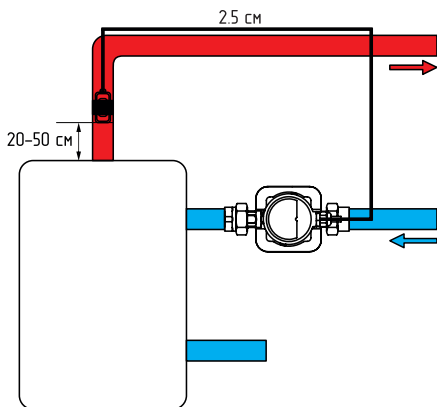
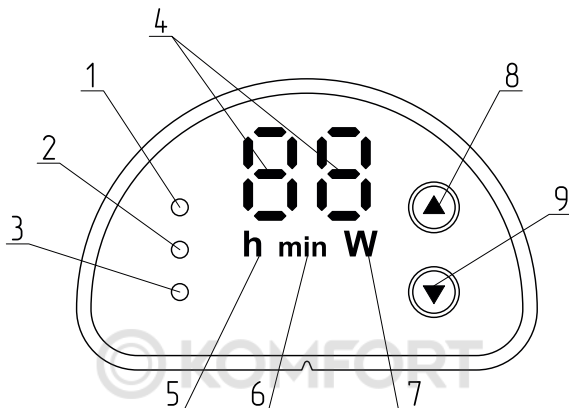

Рис.6 Установка датчика температуры
Рис.7 Панель управления
В данном режиме насос работает с постоянной скоростью. Зеленый **индикатор 1 (Рис.7)**, а также **индикатор 4 (Рис.7)**, показывающий текущую мощность, и **индикатор 7 (Рис.7)** будут гореть всегда (**см.сРис.7**).
Насос автоматически произведет необходимую регулировку в соответствии с текущей производительностью системы, когда он находится в автоматическом режиме работы. Зеленый **индикатор 2 (Рис.7)**, а также **индикатор 4 (Рис.7)**, показывающий текущую мощность, и **индикатор 7 (Рис.7)** будут гореть всегда (см.Рис.7).
В данном режиме насос ограничивает своё энергопотребление, включаясь только для поддержания температуры воды. Датчик температуры будет получать обратную связь о температуре жидкости и принимать решение о запуске или остановке насоса. Насос остановится, когда температура превысит 50 °С, но будет работать с постоянной скоростью, когда температура опустится ниже 36 °С. Пример установки датчика температуры показан на **Рис.6**. Зеленый **индикатор 3 (Рис.7)**, а также **индикатор 4 (Рис.7)**, показывающий текущую мощность, и **индикатор 7 (Рис.7)** будут гореть.
Насос будет работать с постоянной скоростью в течение заданного временного промежутка. После входа в режим синхронизации **индикатор 4 (Рис.7)** отображает текущее значение времени, часы и минуты отображаются поочередно. При отображении часов загорается **индикатор 5 (Рис.7)**. При отображении минут загорается **индикатор 6 (Рис.7)**. Пользователи могут устанавливать периоды времени начала и окончания работы насоса. Таких временных периодов может быть три.
Когда электрический насос находится в режиме ожидания в течение 8 часов подряд, он автоматически запускается и промывает систему трубопровода в течение 15 минут. В это время насос работает с постоянной скоростью. Функция промывки возможна только в режиме контроля температуры и режиме таймера. **Индикатор 7 (Рис.7)** будет гореть, **индикатор 4 (Рис.7)** будет мигать и отображать текущую рабочую мощность.
После подключения питания насоса, короткое нажатие **клавиши 8 (Рис.7)** поможет вам переключать режимы (режим работы с постоянной скоростью, автоматический режим работы и режим контроля температуры). Заводская настройка насосов заключается в том, что они работают в режиме постоянной скорости.
Когда насос находится в режиме синхронизации, **индикатор 4 (Рис.7)** будет показывать текущее время. Часы и минуты отображаются попеременно. Диапазон настройки времени составляет 24 часа, все значения часов могут быть установлены от 0 до 23, а минут устанавливается от 0 до 59. После завершения настройки и выхода из соответствующего режима, часы и минуты показываются попеременно.
1. Войти в режим синхронизации (только в режиме синхронизации доступна настройка времени). Одновременное нажатие **клавиш 8 и 9 (Рис.7)** в течение 5 секунд активирует режим настройки. **Индикатор 4 (Рис.7)** мигает и отображает позиции F0-F6 (обозначают период времени).
После длительного нажатия **кнопки 9 (Рис.7)** в течение 5 секунд становится доступна настройка часов (мигает **индикатор 5 (Рис.7)**), и отображается текущий час. С помощью **кнопки 9 (Рис.7)** уменьшаем время на один час, с помощью **кнопки 8 (Рис.7)** увеличиваем.
Значение времени с часах установлено, пожалуйста, нажмите и удерживайте **кнопку 9 (Рис.7)** в течение 5 секунд. Теперь доступна установка минут (**индикатор 5 (Рис.7)** мигает). При нажатии **кнопки 9 (Рис.7)** время уменьшается на одну минуту, при нажатии **кнопки 8 (Рис.7)** увеличивается.
После третьего длительного нажатия **кнопки 9 (Рис.7)** в течение 5 секунд становятся доступны настройки периода времени **F1-F6** (нажатием **кнопки 8 (Рис.7)** меняем период на следующий). Для установки времени в каждом периоде **F1-F6** повторяем вышеописанные действия.
Когда любое значение от **F0** до **F6** отображается в **индикации 4 (Рис.7)**, то после одновременного длительного нажатия **клавиш 8 и 9 (Рис.7)** на 5 секунд, пользователь может выйти из режима настройки. **Индикатор 4 (Рис.7)** отображает установленное текущее время.
Коротким нажатием **кнопки 8 (Рис.7)** меняем режимы работы насоса.
После подключения питания, на дисплее насоса загорается **индикация 4 (Рис.7)**. Во время работы насоса отображается значение фактического энергопотребления в ваттах.
Индикатор 3 (Рис.7) горит красным	Неисправность датчика температуры